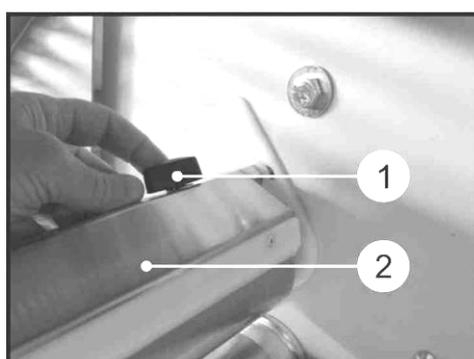

Рисунок 17
- Полностью отвинтите три замочка из. 1 Рисунок 17, фиксирующие скребок и изымите их
- Изымите скребок из.2 Рисунок 17 движением вверх и очистите его